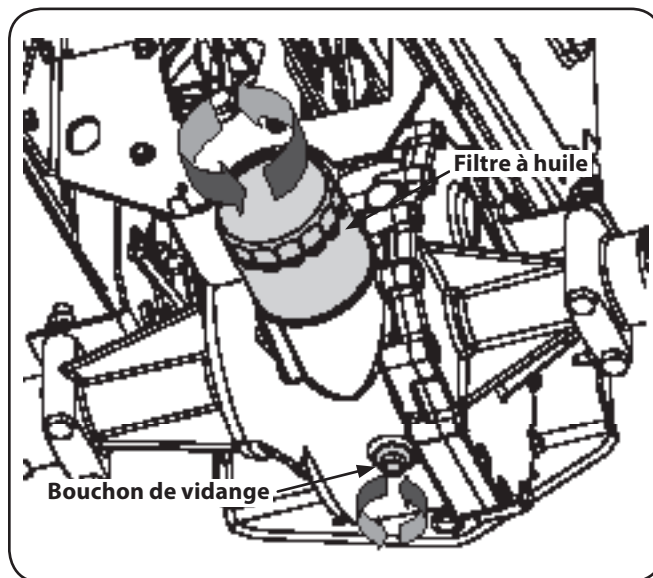

Figure 6-3
3. Retirez le bouchon de vidange et vidangez l'huile de la transmission dans un récipient collecteur d'une capacité minimum de 5,68 litres. Remplacez le bouchon de vidange. Voir Figure 6-3.
4. Nettoyez autour de la base du filtre à huile et retirez le filtre en le tournant dans le sens anti-horaire. Voir Figure 6-3.